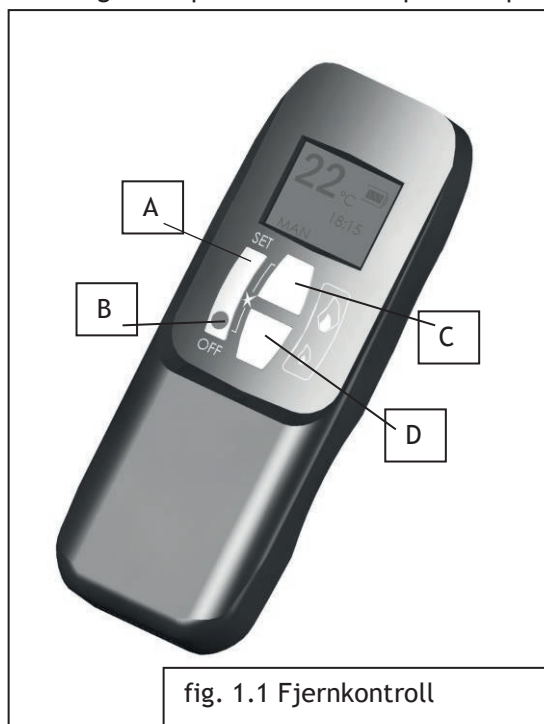

fig. 1.1 Fjernkontroll
Innen 20 sekunder trykk på D knappen (fig. 1.1) til du hører et langt signal som bekrefter at senderkode er satt.
Trykk på AV-knappen (knapp B fig. 1.1) på fjernkontrollen. Dette vil slukke alle brennere inkludert pilotflammen.
Merk: - Hvis du gjentatte ganger trykker på den lille flamme knappen (knapp D fig. 1.1) vil brennerne skrus av men pilotflammen vil være tent.
For å øke flammen, trykk på den store flamme knappen (knapp C fig 1.1.).
For å redusere flammen, trykk på den lille flammen knappen (knapp D fig 1.1.).
Trykk samtidig på OFF og LITEN FLAMME (knapper B og D fig. 1.1) inntil displayet skifter fra Fahrenheit/12 timers klokke til Celsius/24 timers klokke og vice versa.
B. Samtidig å trykke på STOR FLAMME og LITEN FLAMME (knapper C og D fig. 1.1)
Trykk på STOR FLAMME (knapp C fig. 1.1) for å stille timer.
Trykk på LITEN FLAMME (knapp D fig. 1.1) for å stille minutter.
Trykk OFF (knapp B fig. 1.1) for å gå tilbake til standard driftsmodus eller bare vent og den vil gå tilbake til standard modus etter ca 15 sekunder.